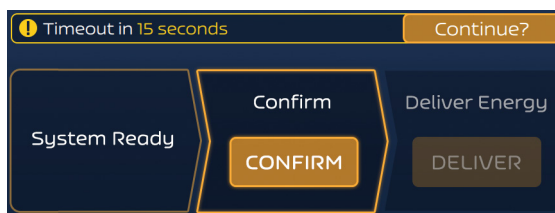

Figura 8. Mesaj de avertizare pentru expirarea timpului
- Odată apăsat, butonul PREPARE (Pregătire) va fi activat timp de aproximativ patru minute. Dacă se depășește acest timp, generatorul FARASTAR PFA va reveni la starea „Idle” (Inactiv), ceea ce va necesita reinițializarea. Un temporizator cu numărătoare inversă va apărea cu 15 secunde înainte de expirarea timpului. Pentru a începe o a doua perioadă de timp de patru minute până la expirare, se poate apăsa butonul CONTINUE (Continuare) în timpul acestei numărători inverse (a se vedea Figura 8). Dacă se depășește a doua perioadă până la expirarea timpului, generatorul FARASTAR PFA va reveni la starea „Idle” (Inactiv), ceea ce va necesita reinițializarea.
Notă: Butonul DELIVER (Administrație) rămâne activat timp de doar 10 secunde, după care trebuie să se apese din nou pe CONFIRM (Confirmare). De asemenea, butonul CONFIRM (Confirmare) va rămâne activat timp de 4 minute. Dacă se depășește acest timp, generatorul FARASTAR PFA va reveni la starea Idle (Inactiv), ceea ce va necesita reinițializarea. Un temporizator cu numărătoare inversă va apărea cu 15 secunde înainte de expirarea timpului. Pentru a începe o altă perioadă de timp de patru minute până la expirare, se poate apăsa butonul CONTINUE (Continuare) în timpul acestei numărători inverse (a se vedea Figura 8).